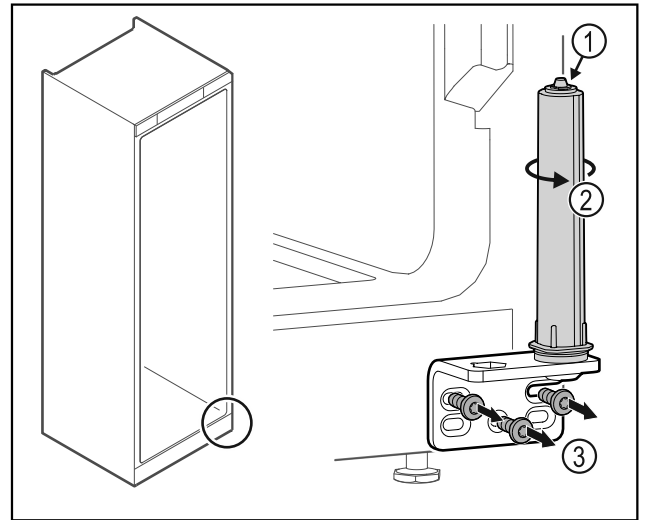

Fig. 34
- ▶ Neardykite durų uždarymo sistemos Fig. 34 (1).
- ▶ Sukite uždarymo sistemą Fig. 34 (2), kol ji užsifiksuos.
- ▶ Atsukite šarnyrinį kampuotį Fig. 34 (3).